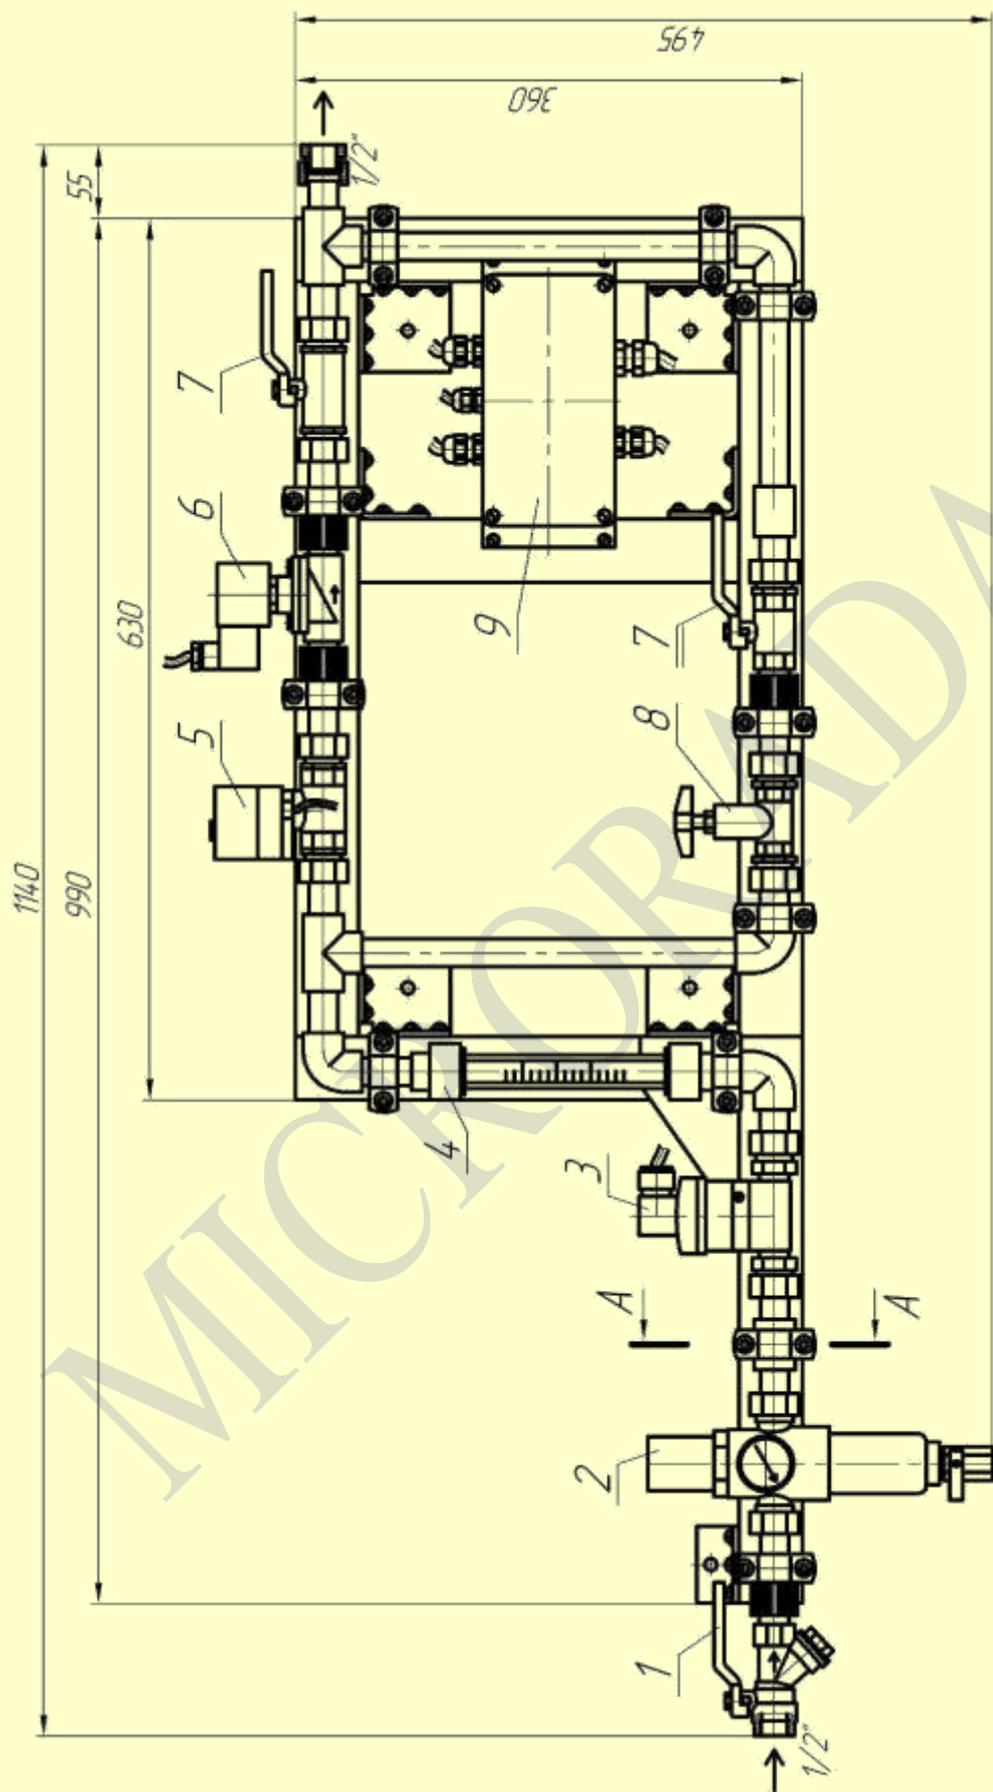

Рис. 4.4. Состав и устройство панели гидравлической.
4.5. СОСТАВ И УСТРОЙСТВО ПГ ПОКАЗАНЫ НА РИС. 4.4.
- Ручное управление: левый по Рис. 4.4 кран закрыт, правый открыт. Управление расходом воды производится краном Поз. 8;